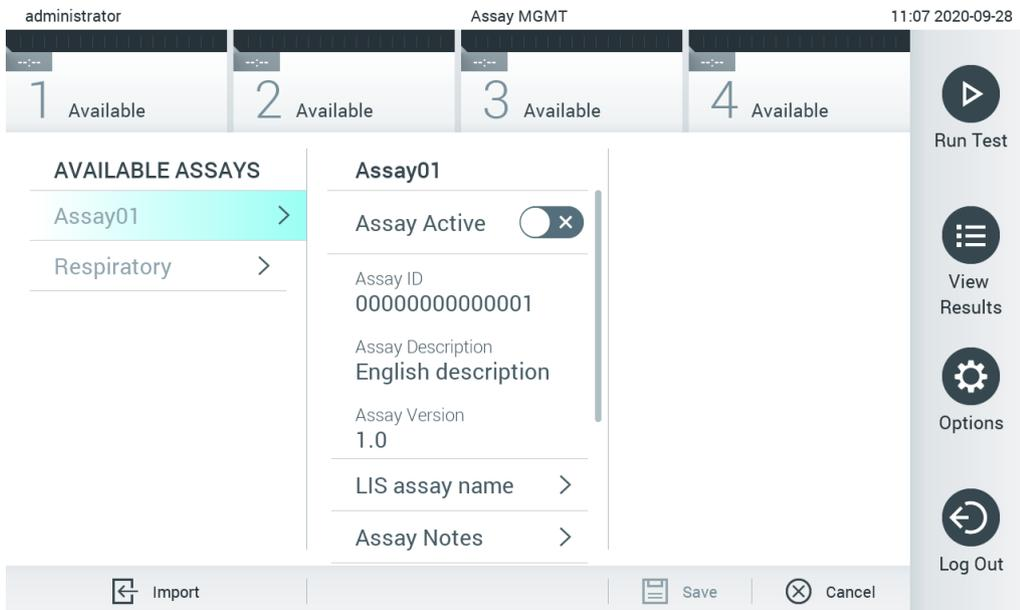

Figura 67. Schermata Assay Management (Gestione esame).
2. Per importare i nuovi esami nel QIAstat-Dx Analyzer 1.0, premere il pulsante Options (Opzioni) e quindi il pulsante Assay Management (Gestione esame). Nell'area dei contenuti del display, viene visualizzata la schermata Assay Management (Gestione esame) (Figura 67).